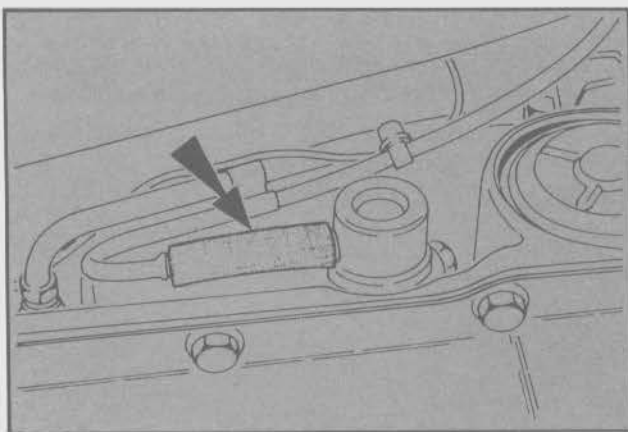

Fig. 26 - Instalación de la manguera de vacío
- Retirar los dos tornillos inferiores de la carcasa cubreconvertidor, quedando liberado el soporte del caño de vacío (Fig. 26).